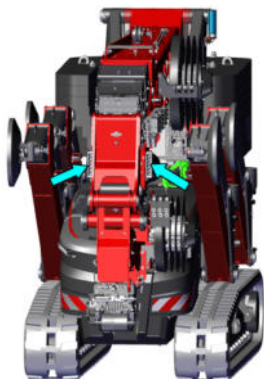

Figura: 27
- Premendo una volta il pulsante delle lampade da lavoro sul telecomando, le 2 lampade da lavoro sulla barra principale si accendono (v. Figura: 27).
- Premendo ancora una volta il pulsante delle lampade da lavoro sul telecomando, le 2 lampade da lavoro del braccio principale si accendono e le 2 lampade da lavoro dell'asta rimangono accese (v. Figura: 27 e 28).